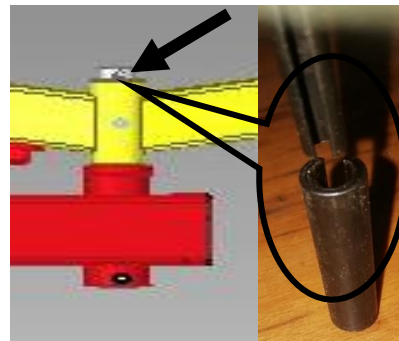

Abbildung 6
- Montieren Sie eine Distanzscheibe 51-35,5-4 und sichern Sie diese zuerst mit einem Spannstift 10x65, wobei der Schlitz gegen die Fahrtrichtung zeigt. In diesen Spannstift hinein schlagen Sie einen Spannstift 6x65, wobei der Schlitz in Fahrtrichtung zeigt (Abbildung 6).